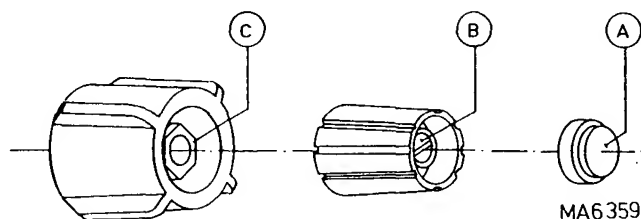

Fig. 3.20. Knobs
3.3.2.2. Single knobs (Fig. 3.20.)
3.3.2.3. Double knobs (Fig. 3.20.)